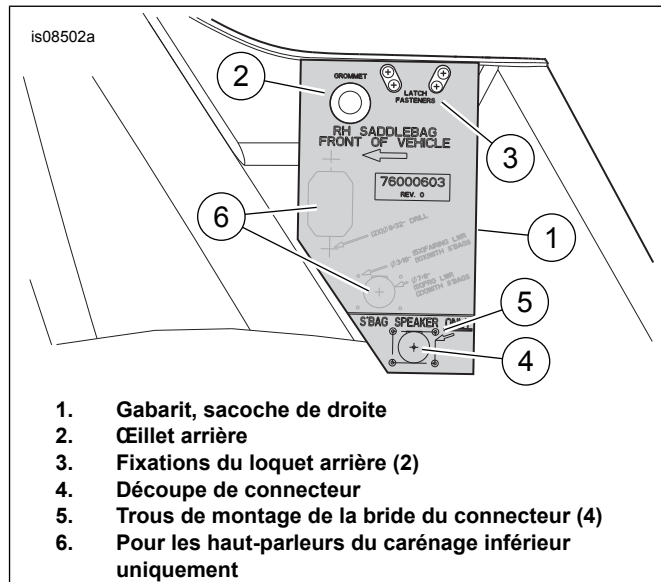

Figure 1. Perçage de la sacoche droite pour l'installation du haut-parleur de la sacoche Stage II.
3. Voir Figure 1. Placer le gabarit (1) sur la sacoche. Aligner les ouvertures de la fixation de l'œillet (2) et du loquet (3). Percer le trou aux emplacements (4) et (5), en dessous du repère « S'BAG SPEAKER ONLY » (HAUT-PARLEUR S'BAG UNIQUEMENT).
4. Percer quatre trous (5) pour les emplacements inférieurs de montage de la bride du connecteur.
8. **En cas d'installation d'un amplificateur sur la sacoche droite dans le cadre de l'installation du haut-parleur sur le carénage inférieur :** couper les ouvertures (voir Figure 1, Articles 6) pour les deux connecteurs passe-cloison supérieurs selon les instructions de ce kit.